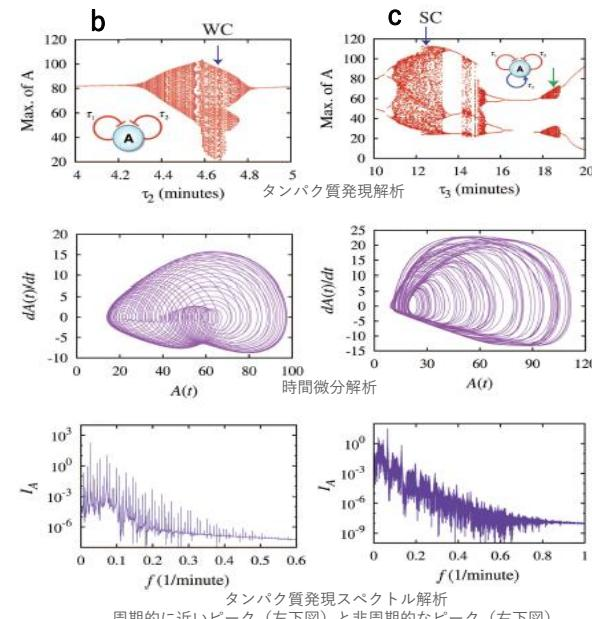

図3 弱力カオス挙動(左)と強力カオス挙動(右)
- 2つの自己転写抑制ループを持つ遺伝子 (b. 図3: 左) t_2 時間依存的タンパク質濃度の最大値に対する分岐図 (上図、 t_2 18分の時) で、 $t_2 < 4.2$ 分或いは > 4.9 分では周期性、それ以外では非周期性を示す (上図、中図)。
- 2つの自己転写抑制ループと1つの自己転写促進ループを持つ遺伝子 (c. 図3: 右) t_1 18分、 t_2 8.0分時の t_3 時間依存的タンパク質濃度の最大値に対する分岐図 (上図) で、 t_3 が11~13、14~15、18~19分では非周期性を示す (上図、中図)。 t_3 12.5分の時のタンパク質濃度変化は、非周期性且つ強力カオス (下図、強力カオス発現に特徴的な非周期スペクトル) であることが分かる。